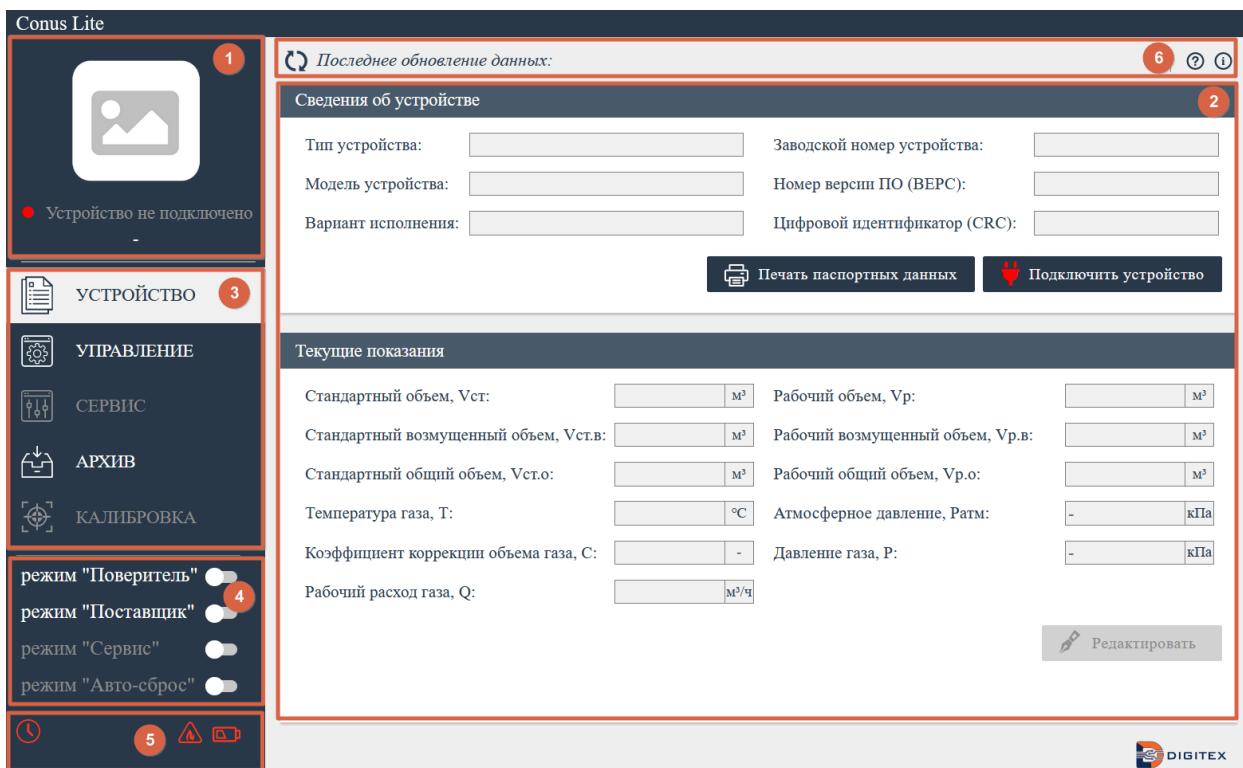

Рисунок 1
Интерфейс пользователя ПО «Conus Lite» состоит из следующих блоков (Рисунок 1):
При выборе данного пункта меню (Рисунок 1), на рабочей области программы располагается:
Активация режима «Поставщик» выполняется путем нажатия на соответствующий переключатель (блок ④ на Рисунок 1). При этом выполняются проверка выполнения активации на самом устройстве: в случае если она уже была произведена, то после нажатия на переключатель в ПО «Conus Lite», режим активируется без дополнительного ввода пароля. Если авторизация на устройстве не производилась, то во всплывающем окне авторизации необходимо ввести пароль «Поставщика» и нажать на кнопку «Ок».
Активация в режим «Поверитель» (блок ④ на Рисунок 1) выполняется автоматически и происходит это только в том случае, если выполнена авторизация в данный режим через само устройство путем нажатия на специальную кнопку на боковой части корпуса устройства. В противном случае появится информационное окно с текстом об ошибке.